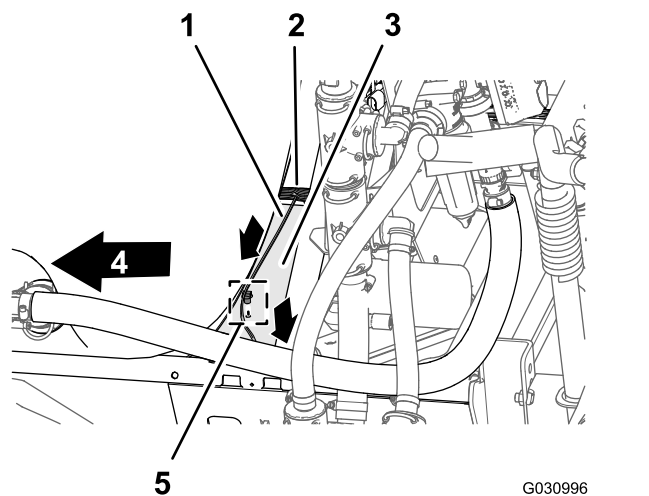

Figura 113
- Disponete la diramazione da 74 cm (29 poll.) del cablaggio preassemblato per il solenoide della pompa di irrorazione sopra la parte superiore del profilato del telaio dell'irroratrice e verso il basso verso il solenoide della pompa dell'irroratrice (Figura 113).
- Inserite il dispositivo di fissaggio a spinta della diramazione da 74 cm (29 poll.) del cablaggio preassemblato nel foro del profilato del telaio dell'irroratrice (Figura 113).